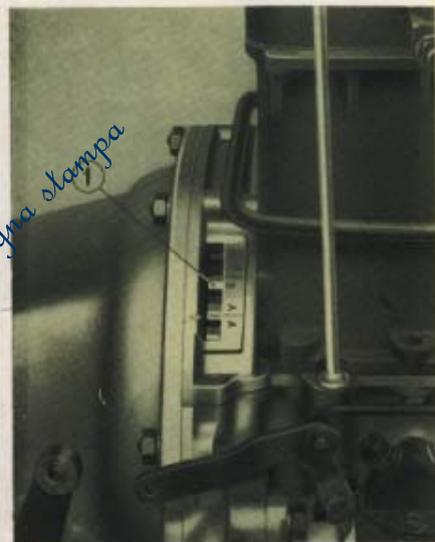

Fig. 18. Messa in fase dell'accensione.
- girare, con la manovella, l'albero motore fino a che il dente del volano che porta incisa la lettera "A" non coincida con l'indicazione A/A ricavata di fusione sul bordo della feritola di spia praticata nella parte superiore della cuffia di protezione del volano motore (vedi fig. 18);